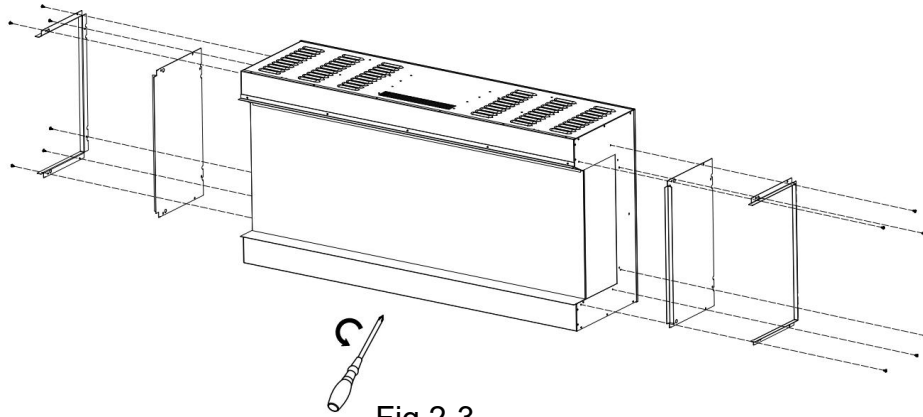

Fig.2-3
2.Retire las barras y paneles de defensa si desea ver el fuego desde tres lados. Fig.2-3